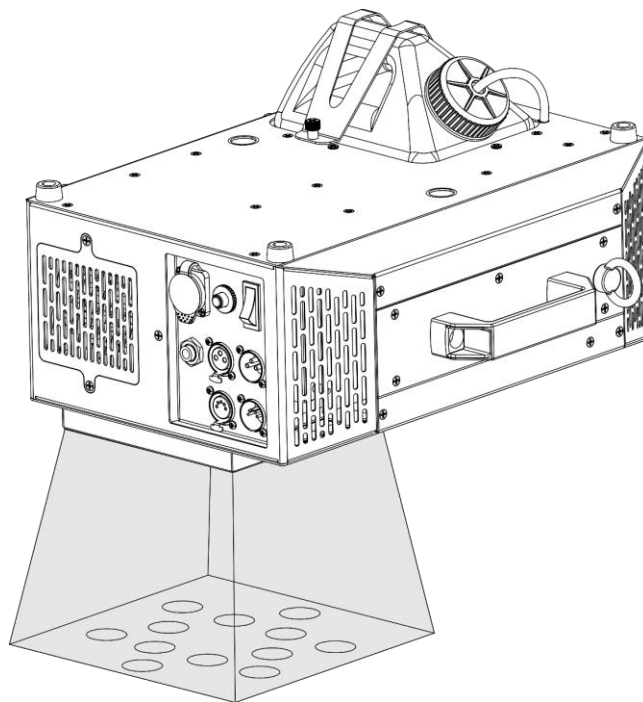

Fig. 25
- 20) Vous pouvez désormais utiliser votre appareil en position verticale, à l'envers, comme indiqué sur la Fig. 25.